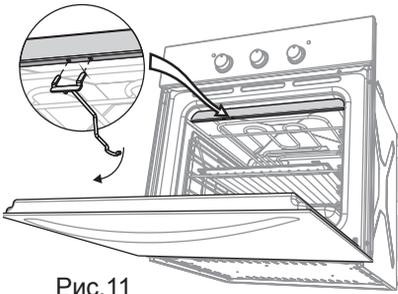

Рис.11
- Установите крючок, для чего вставьте «усы» крючка в пазы верхней полки проема духовки и опустите крючок вниз (рис. 11).